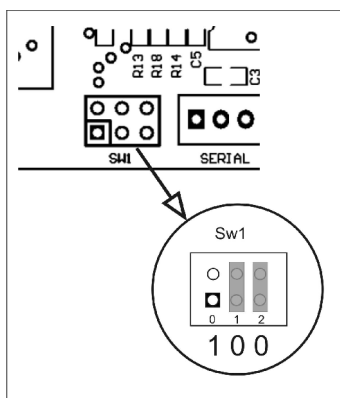

Figura 2
- Selección de corriente por fase mediante micro-dips en placa (Figura 2)
Se pueden usar motores con 4, 6 u 8 hilos. Los motores de 8 hilos se pueden conectar en serie o paralelo permitiendo disponer del doble de par en la conexión paralelo. En este caso se deben tomar precauciones para asegurar la corriente máxima seleccionada con los micro-interruptores que se muestran en Figura 2.
En la Figura 2 y la tabla que le acompaña se muestra un ejemplo de como seleccionar la intensidad de trabajo usando los puentes (jumper) que se suministran con el equipo.